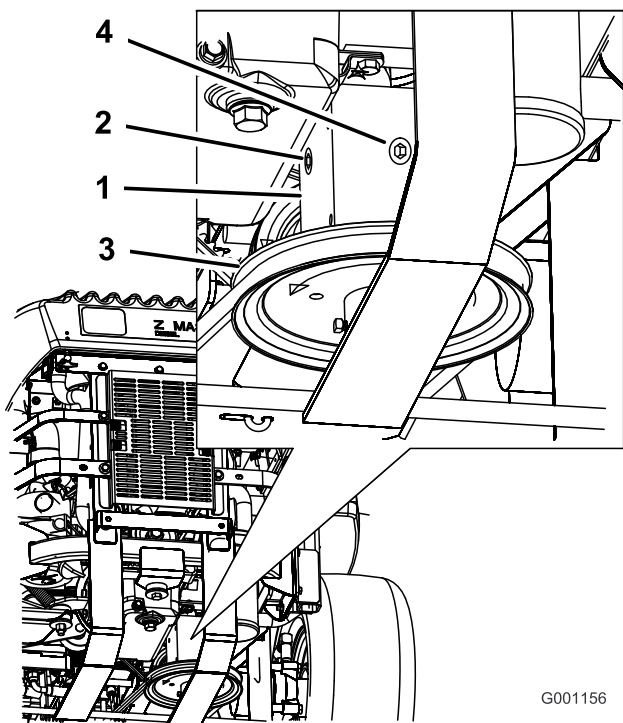

Figura 46
4. Togliete il tappo laterale o posteriore degli ingranaggi. (Figura 46).